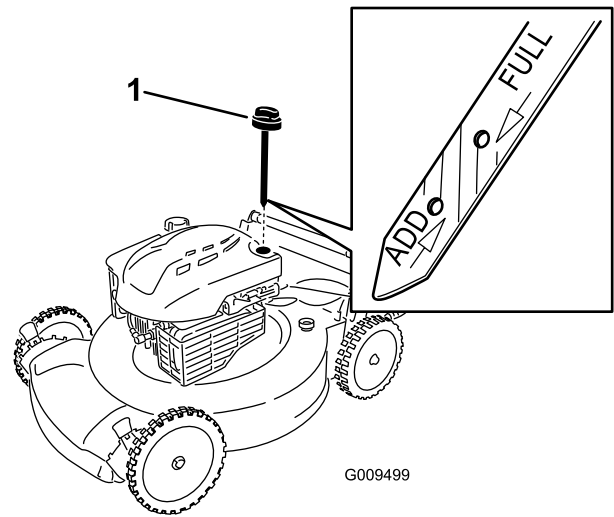

Bild 9
2. Ziehen Sie den Peilstab (Bild 9) heraus.
5. Nehmen Sie den Peilstab heraus und lesen Sie den Ölstand am Peilstab ab, siehe Bild 9.